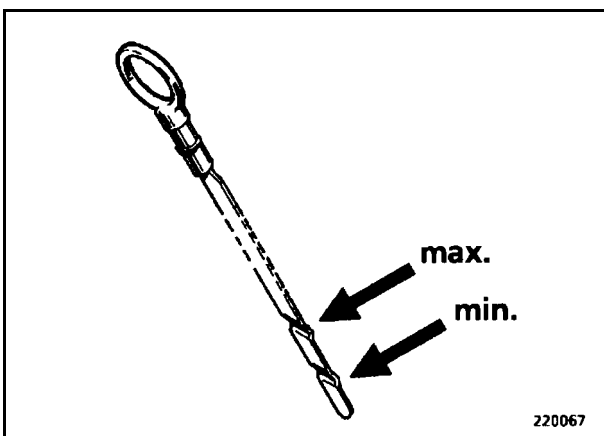
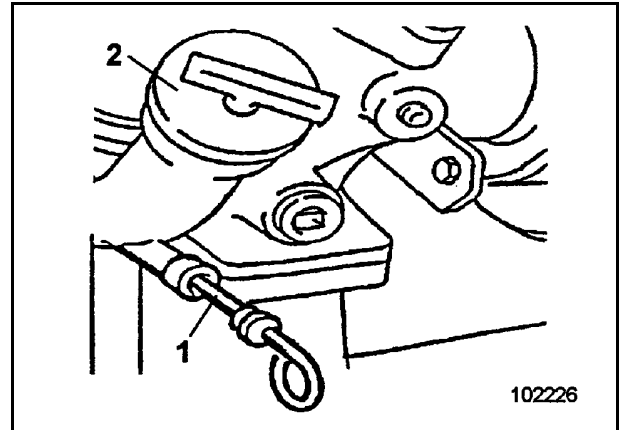

Fig. 3-10:
Fig. 3-11:
- Den Ölmeßstab (1, Fig. 3-10:) herausziehen.
- Den Ölmeßstab wieder herausziehen, der Ölstand soll zwischen den Markierungen (Pfeile, Fig. 3-10:) liegen. Liegt der Ölstand bei der Markierung "min" oder darunter, Motoröl über den Einfüllstutzen (2, Fig. 3-11:) nachfüllen.